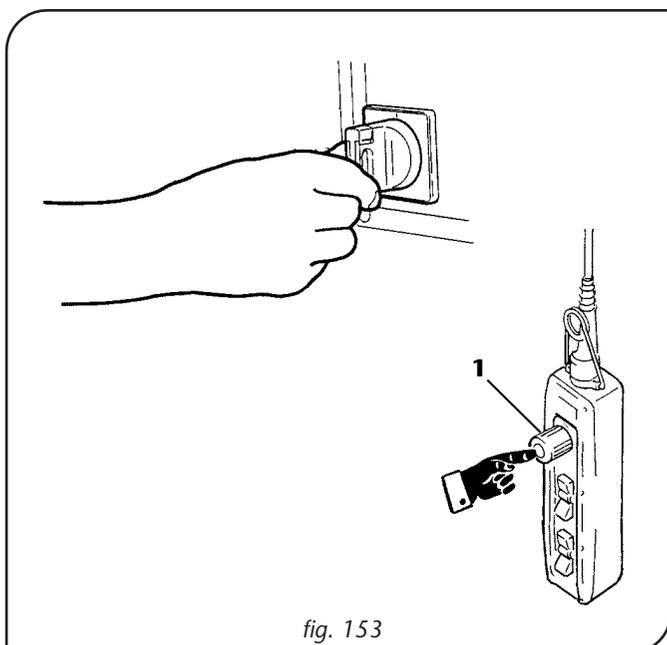

fig. 153
1. Mettre le palan hors tension en actionnant le bouton-poussoir d'arrêt d'urgence -1-; mettre le levier de l'interrupteur général en position "O" or "OFF", se rendre dans la zone de travail, positionner la boîte à boutons de sorte qu'on ne puisse l'utiliser à partir du sol (fig. 153).